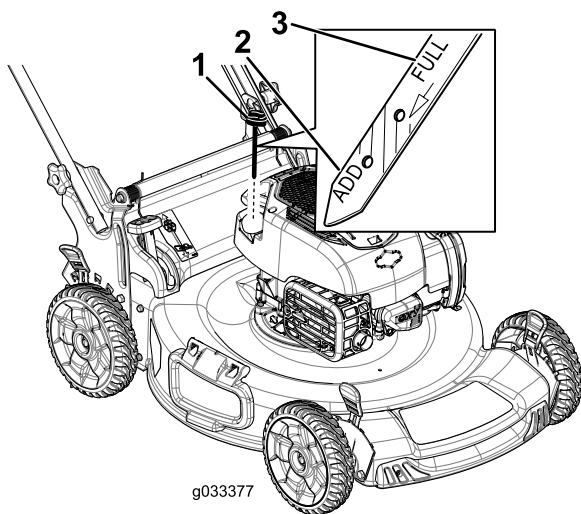

Figura 8
2. Retire a vareta rodando-a no sentido contrário ao dos ponteiros do relógio e puxando-a para fora (Figura 8).
7. Leia o nível de óleo na vareta (Figura 8).